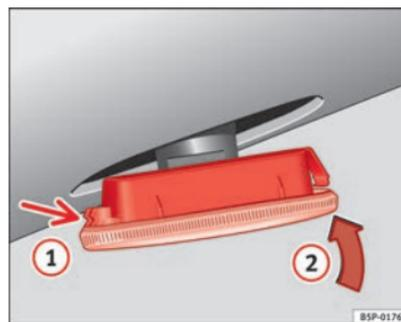

Fig. 169 Indicatori di direzione laterali
- Collocare l'intermittente nel foro della carrozzeria, incastrando le linguette ① ⇒ fig. 169, e successivamente inserire la lampada come indicato dalla freccia ② ⇒ fig. 169.. ■